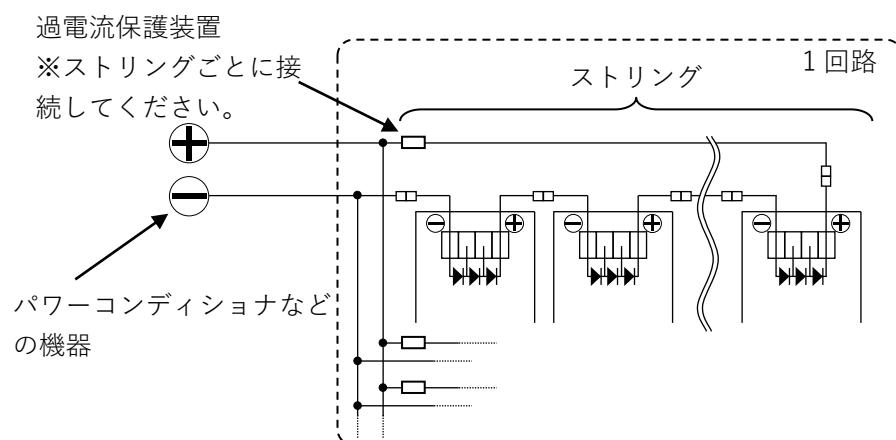

図 7. 3 本以上のストリングを並列接続する場合
### ② 3 本以上のストリングを並列接続する場合（図 7）